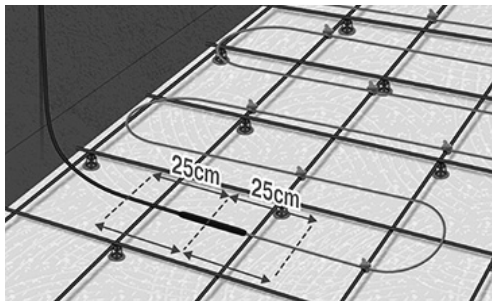

Fig. 4 Placera kabeln rakt på vardera sidan av skarven
4. Kablarna fästs vid ca 25 cm på vardera sidan av kopplingen mellan kallkabeln och värmekabeln, mätt från skarvens mitt. Var noga med att börja så att kallkabeln kan nå termostaten. (Fig. 4).